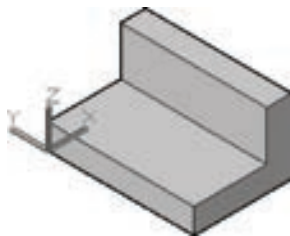

图 9-86 原始实体模型
1) 打开随书光盘“CH9”文件夹中的“BD_倾斜面.dwg”文件。该文件中存在的实体模型如图 9-86 所示。